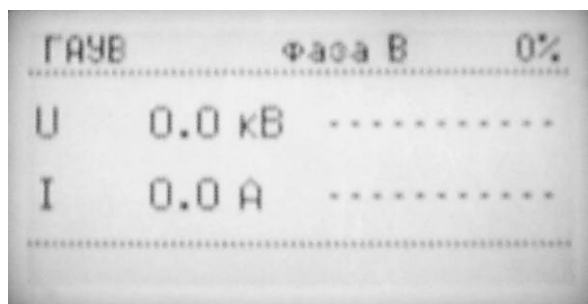

Рис.6.
6.5.8. Нажать кнопку блока управления «ВЫПОЛНИТЬ», при этом включится сирена (на1-2с.) После чего на экране БУ появится сообщение «ВЫБЕРИТЕ ФАЗУ» (См. рис.6.) Фазу выбирать нажатием кнопки, расположенной под соответствующей надписью «А», «В» или «С».
6.5.9. После выбора фазы на экране БУ появится заставка режима «ГАУВ автомат» (рис.6)
6.6.6. Нажимая кнопки «▲» или «▼» БУ выбрать строку меню «ВНЕШНИЕ ИЗМЕРЕНИЯ ». Нажать кнопку блока управления «ВЫПОЛНИТЬ», при этом включится сирена (на 1-2с.), красный сигнальный светильник. После чего на экране БУ появится сообщение «ВЫБЕРИТЕ ФАЗУ» (См. рис.6.) Фазу выбирать нажатием кнопки, расположенной под соответствующей надписью «А», «В» или «С». В этом режиме можно выбрать любые фазы.